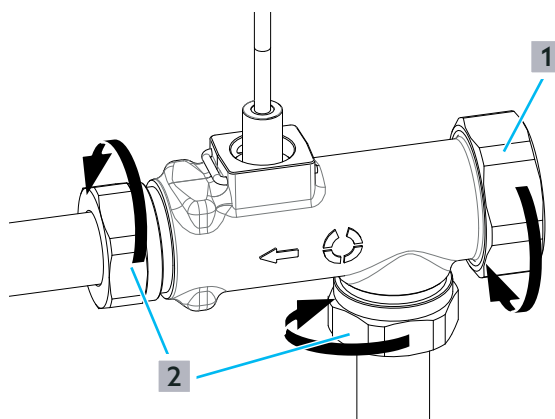

Fig. 22: Démontage du capteur de débit
6 Dévisser le capuchon de fermeture ((1) sur la Fig. 22 en page 30) pour le raccordement de bouclage.